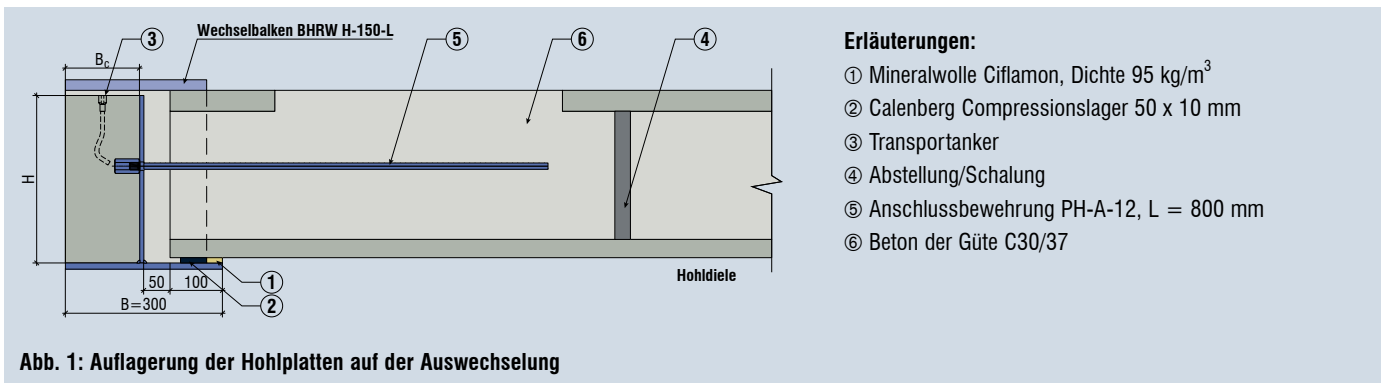

Abb. 1: Auflagerung der Hohlplatten auf der Auswechslung
- 4.4. Nach dem Verlegen und Sichern der Auswechslung die Hebegurte lösen. Das Schema der Auflager der Hohlplatten auf der Auswechslung ist in Abb. 1 dargestellt.